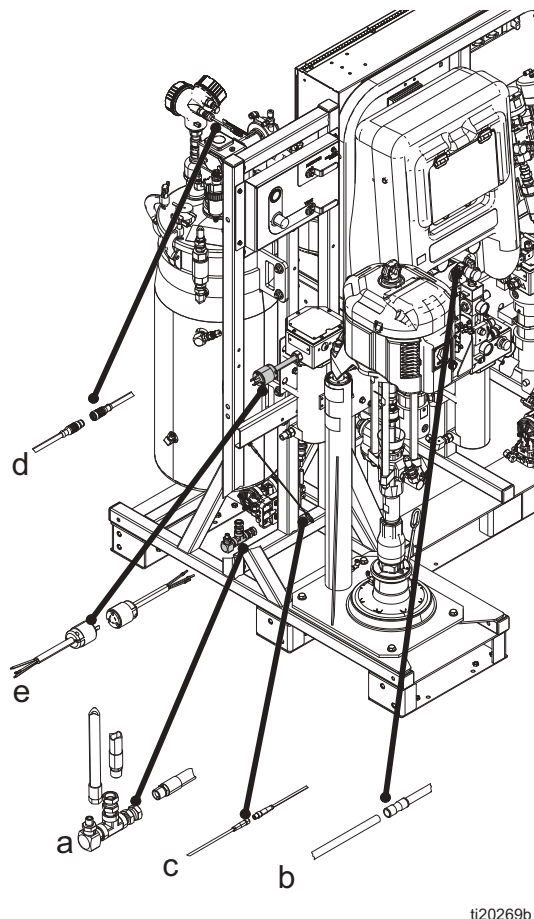

Рис. 15
- а. Подключите красный шланг для сжатого воздуха 1/2 дюйма к шарнирному соединению. См. пункт "а" на Рис. 15.
- б. Подключите сигнальную пневматическую трубу с внешним диаметром 1/4 дюйма к трубе с трубным соединителем. Это сигнал управления насосом подачи. См. пункт "b" на Рис. 15.
- в. Подключите небольшой кабель с разъемом M8 к сопрягаемому разъему M8. См. пункт "c" на Рис. 15.
- д. Подключите большой кабель с разъемом M12 к сопрягаемому разъему M12. Это подключение датчика уровня. См. пункт "d" на Рис. 15.